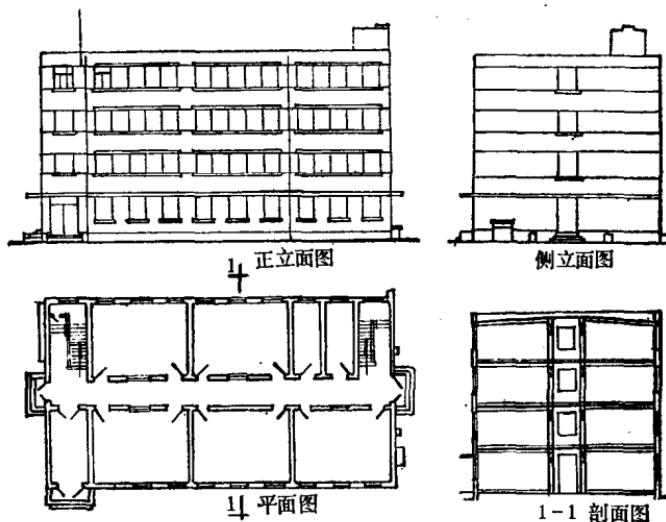
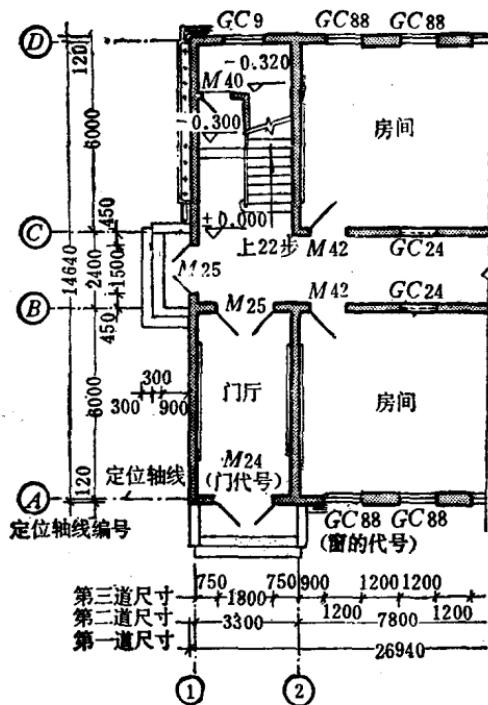

图 1 建筑图的几种表现形式
图 5 局部平面图
1. 建筑图的几种表现形式（见图1）
建筑平面图表示房屋水平方向的内部布置情况。图 5 所示是图 1 的局部放大图，图中表明了尺寸、符号等的标记方法。
（1）建筑内部有哪些房间以及它们之间的位置关系。从图 1 中可以看出，图内有房间五间和厕所两间，它们之间
(2) 定位轴线：它是用来确定房屋主要结构和构件位置的。一般的混合结构房屋（如图 5），即把墙（承重墙）的中心线用点划线引出，并加以编号。自左到右用阿拉伯数字 1、2、3……编号，自下到上用汉语拼音字母 A、B、C……编号。
(3) 整个建筑的大小、各个房间的大小、门和窗宽度
尺寸等，通常在平面图的外墙上注有三道尺寸，第一道尺寸为外墙总尺寸；第二道尺寸为墙（承重墙）或柱的轴线尺寸；第三道尺寸为外墙上门、窗洞和窗间墙的尺寸（见图5）。此外，室内也注有内门位置及其它构件的尺寸。